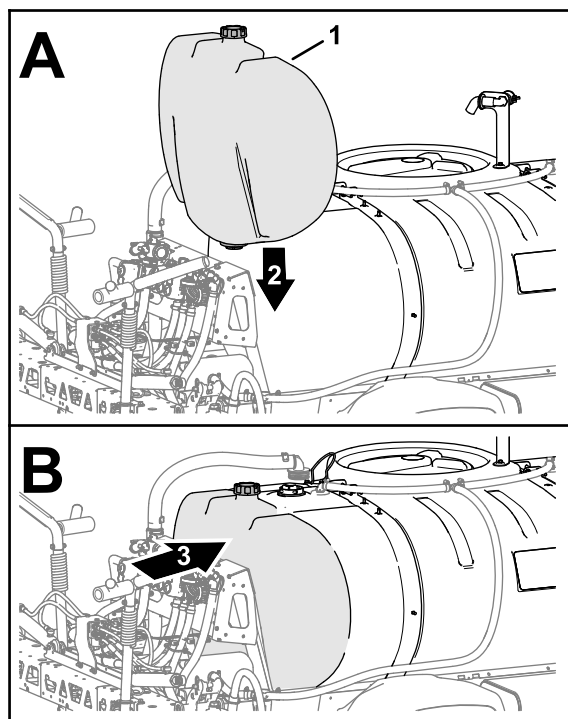

**Figure 11**
- Montez le support inférieur et la patte de support inférieure sur le cadre au moyen de 2 boulons (3/8"-16), 2 boulons (3/8"-16 x 3 1/2") et 4 écrous à embase (3/8"-16), comme montré à la Figure 11.